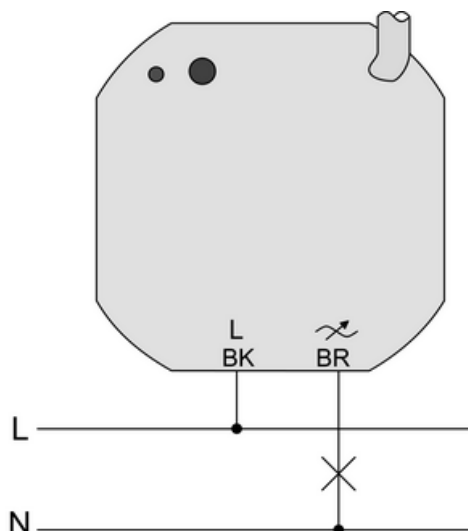

Рисунок 5: Соединительный кабель
- Подключить нагрузку (рисунок 5). Использовать прилагаемые вставные клеммы с пружинными зажимами. Гибкие концы проводов должны быть лужеными.